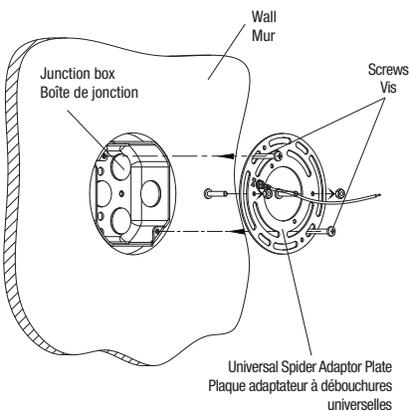

Fig. 2b
4. Install the Universal Spider Adaptor Plate on the wall recessed junction box by screwing the two screws (Fig. 2b).
4. Installer la plaque adaptateur à débouchures universelles sur la boîte de jonction encastrée dans le mur en vissant les deux vis (Fig. 2b).